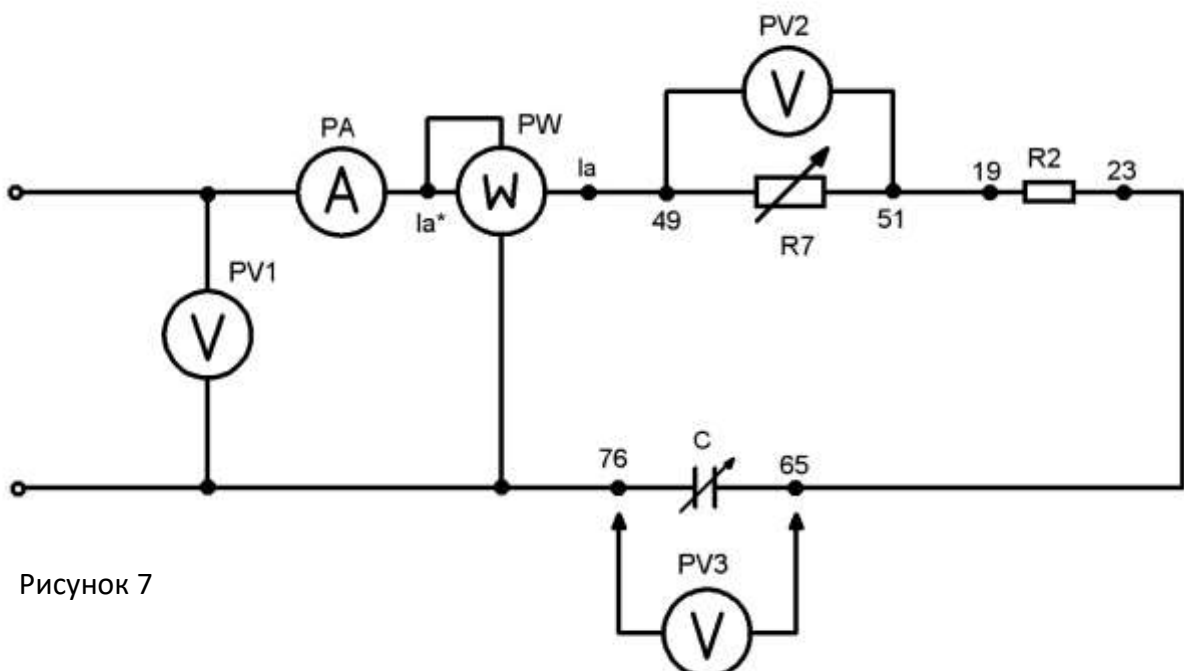

Рисунок 7
1. Начертить схему цепи, рисунок 7